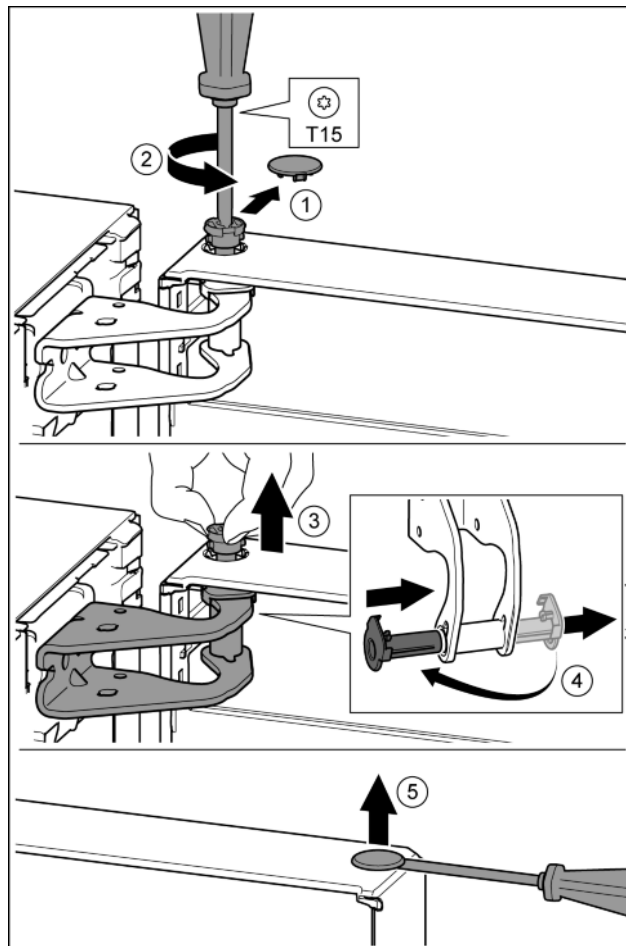

Fig. 12
- ▶ Ostrożnie zdjąć osłonę zabezpieczającą. *Fig. 12 (1)*
- ▶ Sworznie wykręcić nieco przy pomocy śrubokręta T15. *Fig. 12 (2)*
- ▶ Przytrzymać drzwi i wyjąć sworznie palcami. *Fig. 12 (3)*
- ▶ Tuleję łożyskową wyjąć z prowadnicy. Założyć z drugiej strony i zazębić. *Fig. 12 (4)*
- ▶ Zatyczkę ostrożnie podważyć przy pomocy śrubokręta i wyjąć z tulei łożyskowej drzwi. *Fig. 12 (5)*